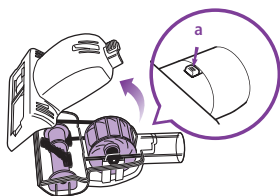

Fig. 25
- 1 Faites glisser le levier de verrouillage (a) vers l'avant et soulevez doucement le capot de la brosse afin de le retirer. (Fig. 25)